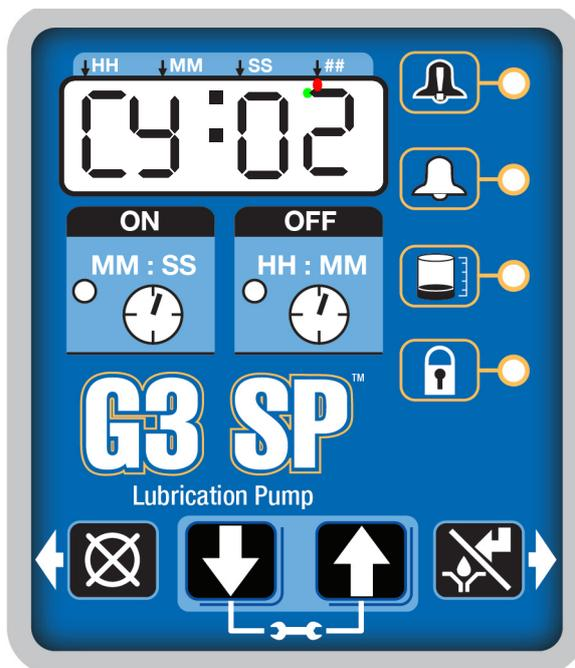

Рис. 30
2. Когда счетчик времени простоя (ВЫКЛ) достигнет нуля, автоматический смазочный насос G3 включится и начнет выполнение запрограммированного рабочего (ВКЛ) цикла (Рис. 30).
- На дисплее будет показан датчик (СУ) и оставшееся количество циклов для него (Рис. 30).
В примере на Рис. 30 показан датчик СУ и 2 оставшихся цикла.